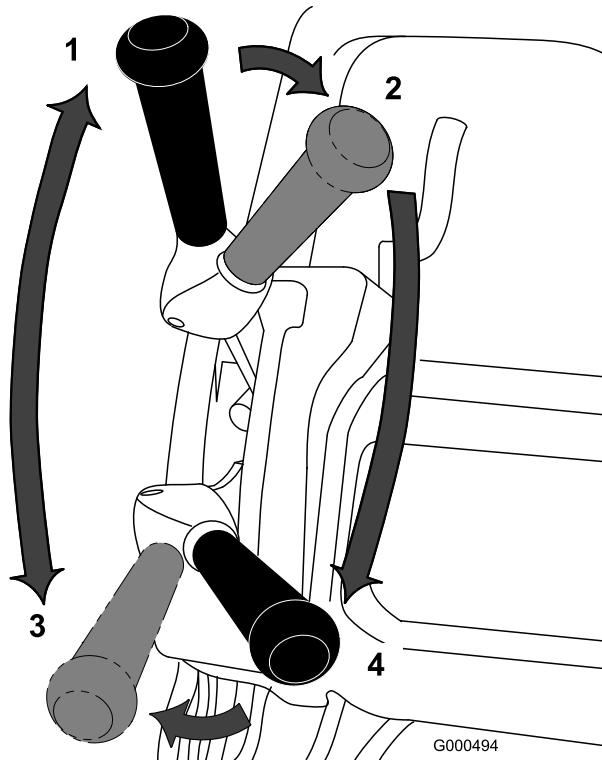

Bild 26
1. Lassen Sie den Motor an, stellen den Gasbedienungshebel auf verringerte Geschwindigkeit, drücken Sie den Griff nach unten, um das Mähwerk anzuheben, aktivieren Sie die elektronische Sicherheit, schieben Sie den Fahrantriebshebel in die Stellung „Eingekuppelt“ und transportieren Sie den Rasenmäher an eine Ecke der Rasenfläche (Bild 26).
2. Schieben Sie den Fahrantriebshebel auf die Stellung „Deaktiviert“ und kuppeln Sie den Spindelantriebshebel ein (Bild 26).
Rasenmäher vorne ab und starten Sie mit dem Mähen (Bild 26).